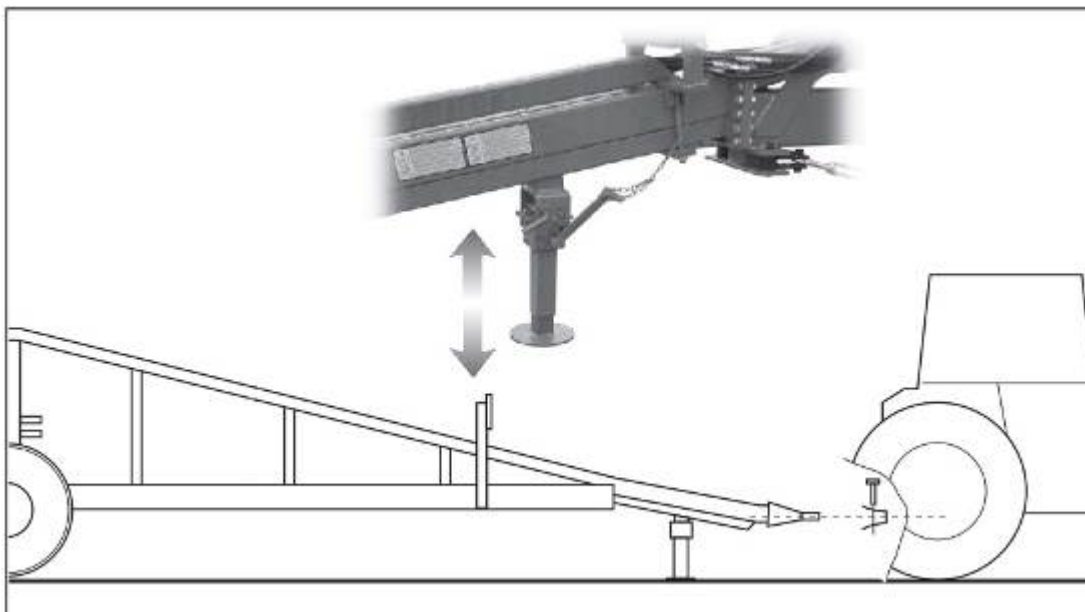

Рисунок 9.
- При помощи домкрата (рис. 9) путем поворачивания винта по часовой или против часовой стрелки установить кольцо дышла агрегата на уровне сцепного устройства трактора.